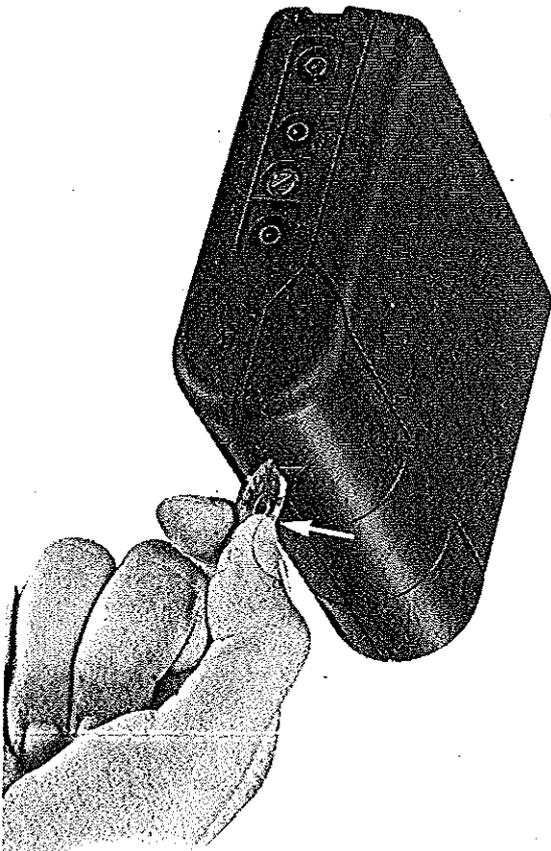

Figure 5 Ouverture du compartiment de la pile
- Insérer une pièce de monnaie ou un objet similaire dans la fente entre le boîtier et le couvercle du compartiment de la pile et appuyer vers le bas (figure 5).